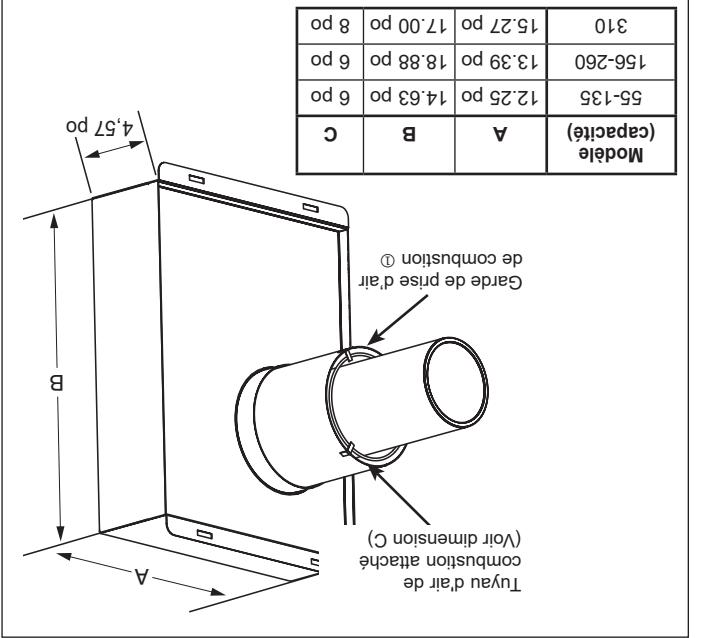

Figure 14.1 - Bottte adaptatrice avec la prise d'air de combustion fixe
- Soudiez au solvant la terminaison de l'évacuation (coude ou têtuau d'évacuation). (Figure 14.1).
D8. Attachez le tuyau d'air de combustion côté concentrique à la prise d'air de la bouteille adaptatrice concentrique (Figure 14.1). À l'aide de 3 vis à résistant à la corrosion minimum. Celaferrez le joint avec du masfix.